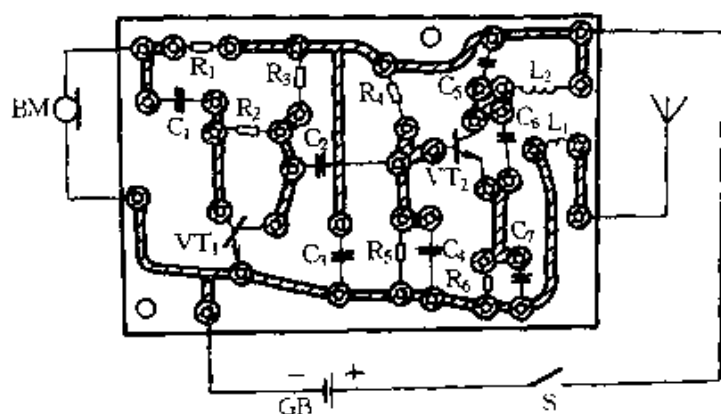
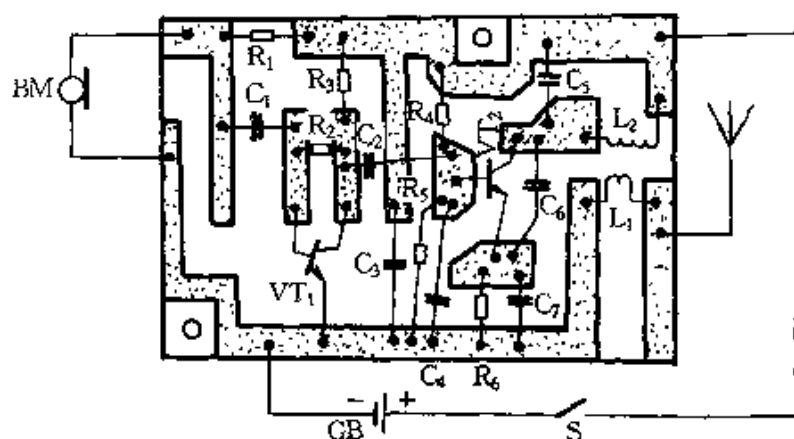

图 3-20
图 3-21
⑦ 最后对电路板进行校核。将各元器件符号绘入印制电路板中的相应位置,如图 3-20 所示(图 3-21 为刀刻法印制电路板),对照电路图进行校核无误后,印制电路板设计制作即告完成。